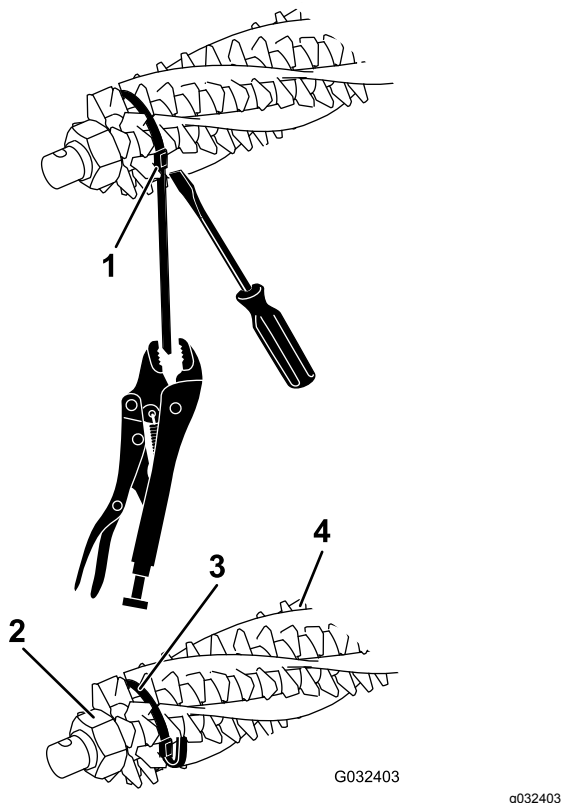
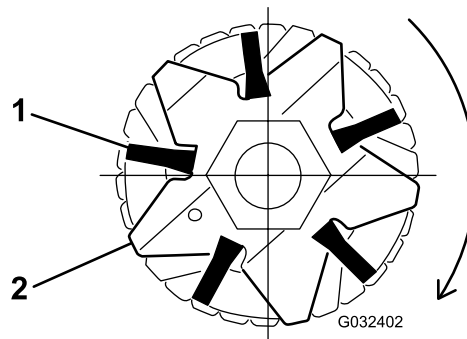

Figura 18
Figura 20
2. Afloje las tuercas de retención de las cuchillas del groomer en cada extremo del eje del groomer (Figura 18).
4. Asegúrese de que los cepillos se asientan en las ranuras de las cuchillas del groomer (Figura 18 y Figura 20).
5. Pase las cintas sin apretar alrededor del eje del molinete y los cepillos, como se muestra en la Figura 18, colocándolas en las hendiduras de los cepillos Figura 20.
Nota: Si los cepillos del broomer no se asientan correctamente en las ranuras de las cuchillas, afloje las tuercas de retención de las cuchillas groomer en cada extremo del eje del groomer, posicione los cepillos del broomer correctamente en las ranuras de las cuchillas y apriete las tuercas de retención de las cuchillas del groomer (Figura 18).
7. Empujando un destornillador contra la hebilla de la cinta, agarre cada cinta con alicates de mordaza y tense las cintas hasta que se bloqueen en las ranuras de los cepillos (Figura 18).